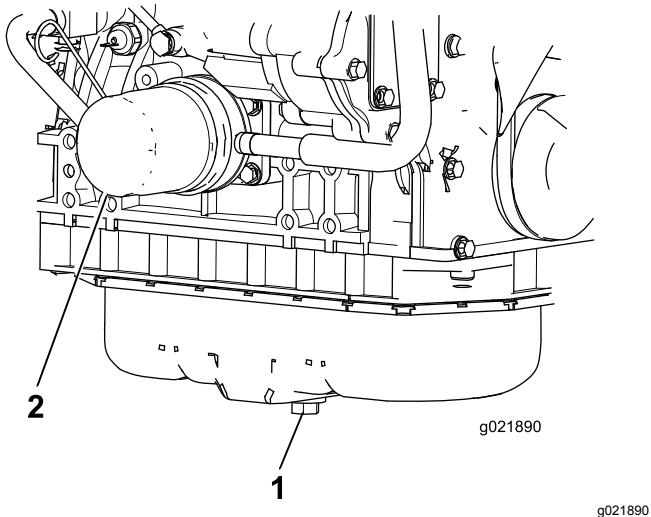

Figura 66
1. Togliete il tappo di spurgo dell'olio motore (Figura 66) e lasciate defluire l'olio in una bacinella. Quando tutto l'olio cessa di defluire, rimontate il tappo.
2. Togliete il filtro dell'olio (Figura 66). Applicate un velo di olio pulito sulla tenuta del nuovo filtro prima di avvitarla. **Non serrate troppo.**